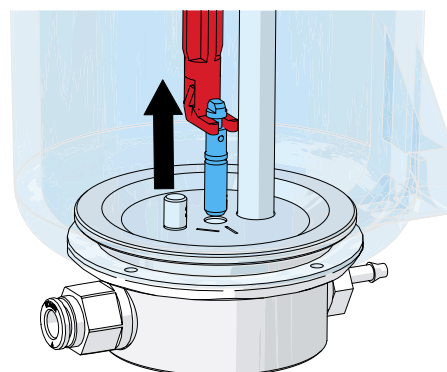

図 12
- ⇒ 流入ノズルを工具でしっかりと保持して、上に引っ張って下さい (図12)。